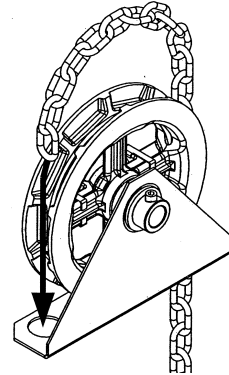

Figura 10 - Instalación de la Cadena Manual
1. Pasar la cadena manual a través de la polea de cadena y por medio de la guía de cadena, ver Figura 10.